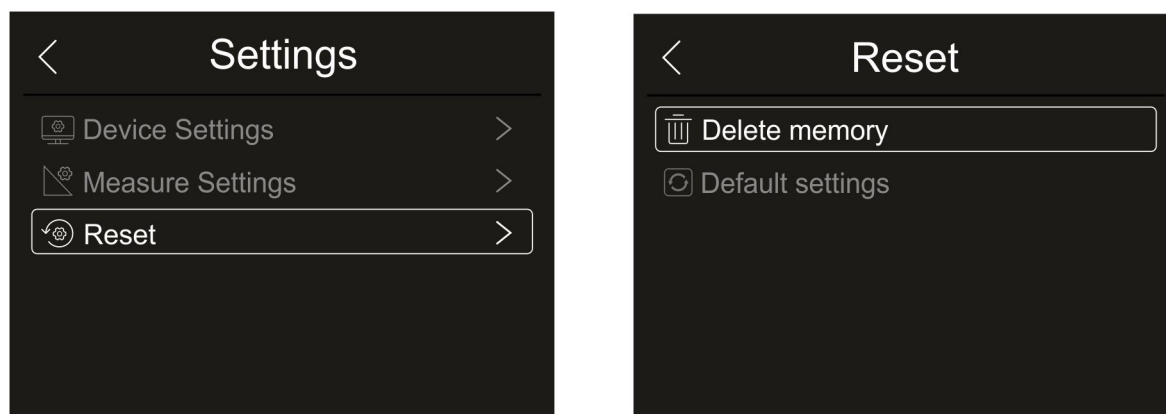

Fig. 30: Menú Reset del instrumento
1. Toque el texto "Reset". La pantalla de Fig. 30 – parte derecha se muestra en el visualizador. Toque el texto "Delete memory". Se muestra la siguiente pantalla de confirmación: